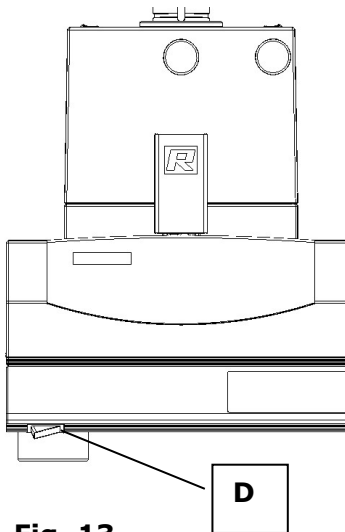

Fig. 13
- Enclencher le RM 200 avec le commutateur **D** - **fig. 13**.
- Le mode de broyage est démarré avec la touche de démarrage **Q** - **fig. 13**.